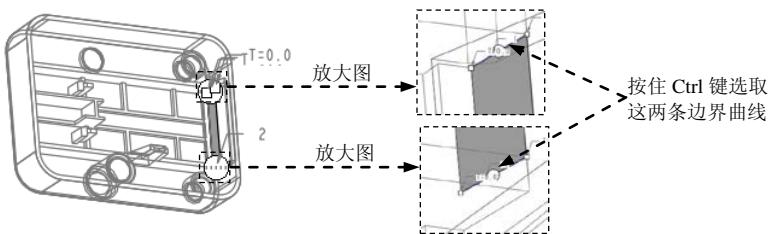

图 20.25 定义边界曲面 7
- (1) 按住 Ctrl 键, 选取合并面组 7 和边界曲面 6。
- (2) 单击 **分型面** 操控板中 **编辑** ▾ 区域的 **合并** 按钮, 此时系统弹出“合并”操控板。
- (3) 在操控板中单击 **选项** 按钮, 在“选项”界面中选中 **相交** 单选项。
- (4) 在“合并”操控板中单击 **确定** 按钮。
Step20. 创建图 20.25 所示的边界曲面 7。
- (1) 单击 **模型** 功能选项卡中的 **切口和曲面** ▾ 按钮, 在系统弹出的菜单中依次单击 **曲面** ▾ **→** **边界混合**, 系统弹出“边界混合”操控板。
- (2) 定义边界曲线。按住 Ctrl 键, 依次选取图 20.25 所示的两条边界曲线。
- (3) 在操控板中单击 **确定** 按钮, 完成边界曲面 7 的创建。